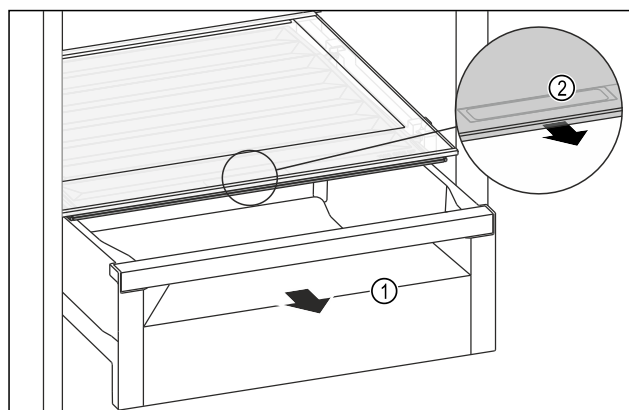

Fig. 139
- ▶ Wyciągnąć szufladę Fig. 139 (1).
- ▶ Chwycić uchwyt wpuszczany Fig. 139 (2) na pokrywie komory i pociągnąć pokrywę jednocześnie do przodu.